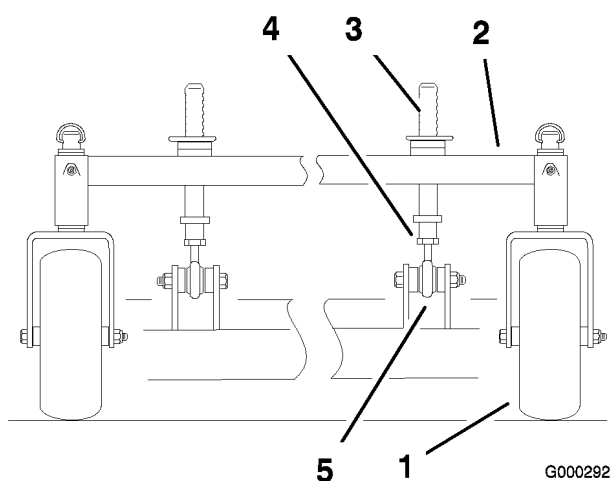

Figura 84
1. Para cambiar la inclinación longitudinal, pueden ajustarse los pilares delanteros de ajuste de altura de corte (Figura 84).
- Para elevar la parte delantera de la plataforma, afloje la contratuercas y haga girar el pilar delantero en el sentido de las agujas del reloj (Figura 84).
- Para bajar la parte delantera de la plataforma, afloje la contratuercas y haga girar el pilar delantero en el sentido contrario de las agujas del reloj (Figura 84).
- Apriete las contratuercas (Figura 84).